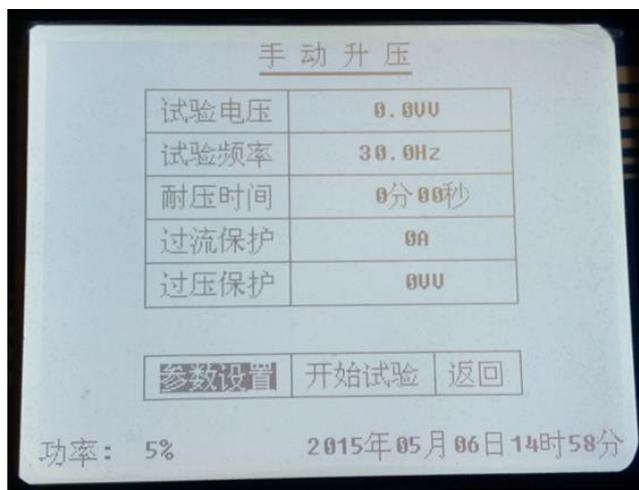

图 3
3) 按下旋转鼠标显示如图 3，此时光标会停留在“参数设置”。